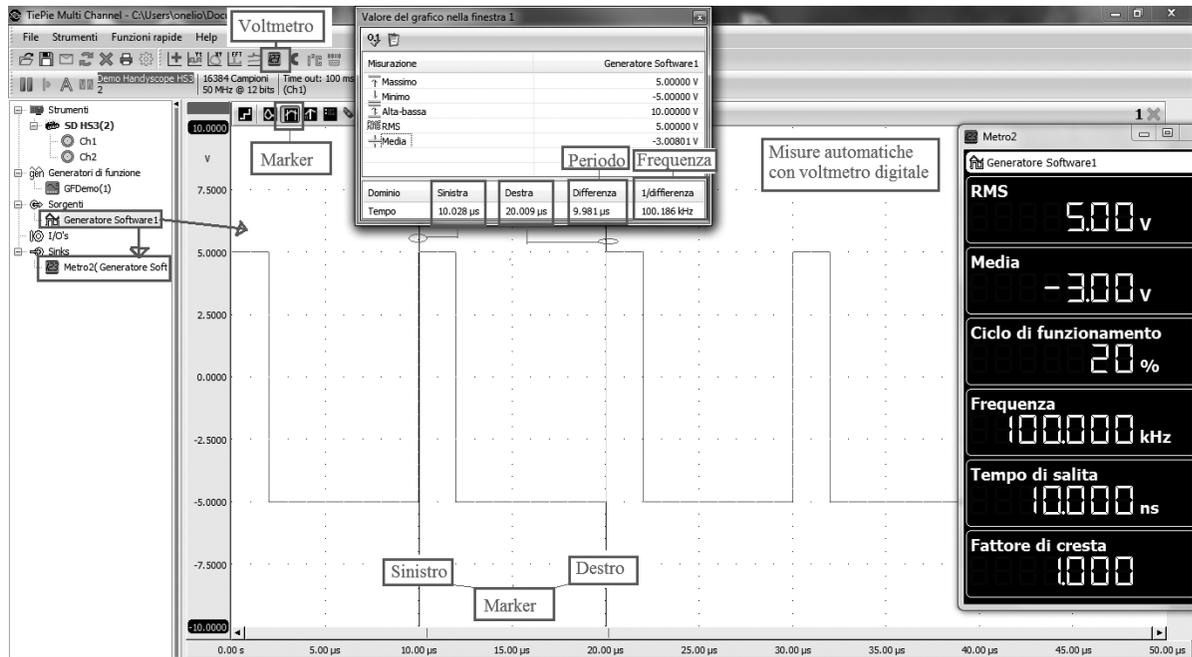

FIGURA A.18 Esempio di misure con lettura diretta dei valori tramite voltmetro digitale.
L'analisi di un segnale a onda rettangolare con duty cycle del 20% (o segnale a treno di impulsi) tramite il software TiePie MultiChannel è possibile utilizzando come sorgente un *generatore software* (virtuale), agendo nel seguente modo (FIGURA A.18): si clicca col tasto destro sull'icona *Sorgenti* posta sotto gli strumenti (barra sinistra); si seleziona *Generatore Software*; cliccando col tasto destro si scelgono: Tipo Segnale (Quadra), Frequenza (100 kHz), Fase (0°), Ampiezza (5 V), Offset (0), Simmetria (20%).
Attraverso i cursori e con il voltmetro si possono così determinare in modo automatico i valori dei parametri da misurare (FIGURA A.18): $V_{RMS} = 5$ V; valor medio -3 V; duty cycle 20%; frequenza $f_0 = 100$ kHz; tempo di salita: 10 ns; fattore di cresta: 1. I risultati sono in accordo con quanto si calcolerebbe con la teoria.
¹² $N = 5$ kcampioni e $f_c = 100$ MHz si ha la finestra temporale di FIGURA A.18: $W = N/f_c = 50$ µs.